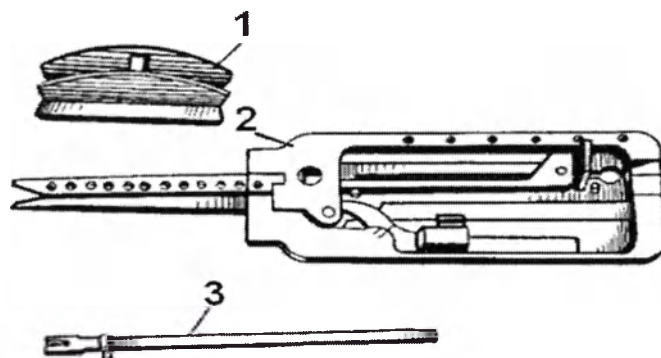

Рисунок 1 — Общий вид аппарата:
2.1. Аппарат для наложения боковых желудочно-кишечных анастомозов НЖКА - 60 (рис. 1) предназначен для наложения анастомозов при операциях на желудочно-кишечном тракте.